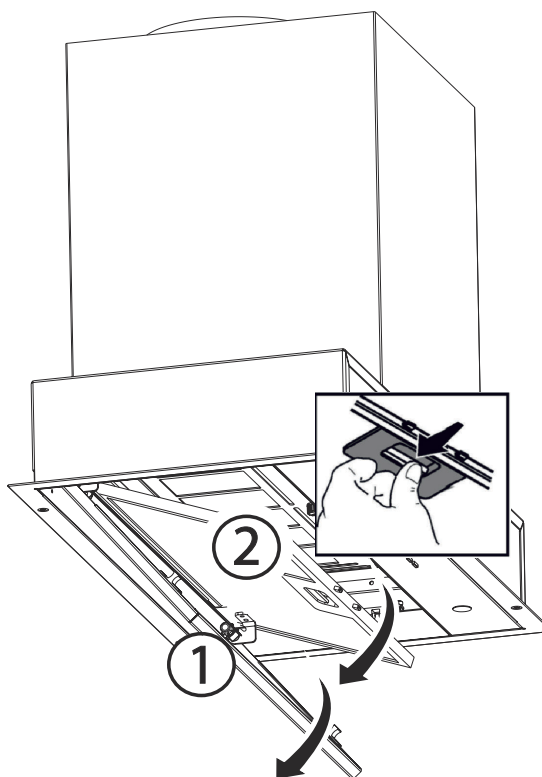

Fig. 5
1. ➔ Kantsugpladen skal vippes ned (Fig. 5/1).